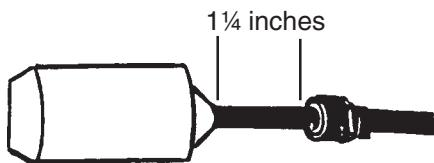

Figure 1
1. Install and tighten strain relief onto float cord. See fig. 1.
1. Instale y sujetela el prensaestopas sobre el cable del flotador (véase fig. 1).
1. Installer et fixer le presse-étoupe sur le câble du flotteur (voir fig. 1)